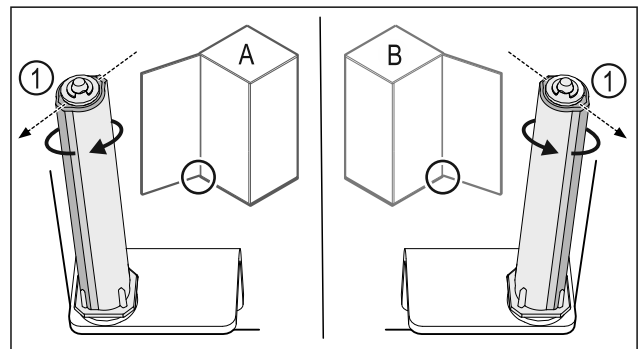

Fig. 37 Linksanschlag (A) / Rechtsanschlag (B)
- ▶ Schließsystem gegen den Widerstand drehen, bis der Steg des Schließsystems Fig. 37 (1) nach außen zeigt.